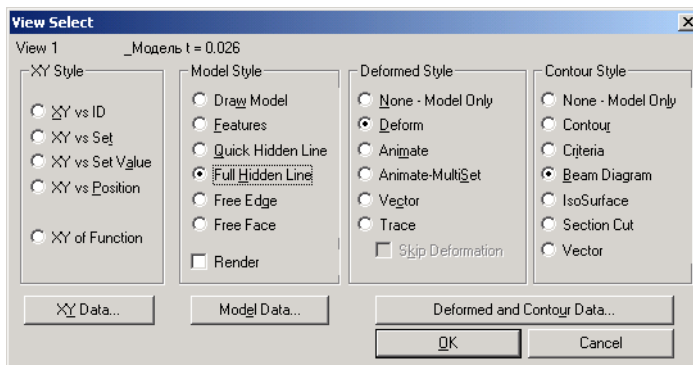
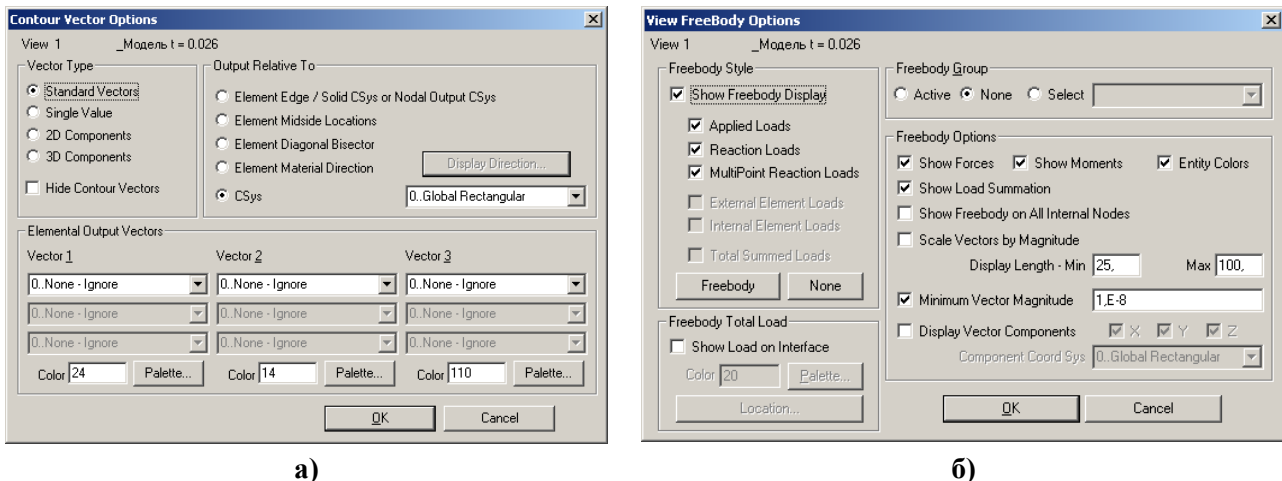

Рис.8.11. Діалогова панель „View Select”
Рис.8.15. Діалогові панелі для настроювання:
Результати розрахунків крайової задачі у FEMAP можна відобразити у вигляді графіків функцій, ізоповерхонь у об’ємі скінченно-елементної моделі тіла або на його поверхні, а також у вигляді епюр вздовж одновимірної скінченно-елементної сітки. Майже всі дії для цього здійснюються за допомогою діалогової панелі „View Select” (див. рис.8.11), яка викликається командою **View→Select...** (або клавішею „F5”, або кнопкою ). На ній є 4 секції.
Деякі результати розрахунків у FEMAP представляються як функції, які можна переглянути за допомогою варіанту „XY of Function”. Тоді кнопкою „Model Data” (див. рис.8.11) потрібно викликати діалогову панель „Select XY Curve Data” (див. рис.8.12-б), де у
У секції „**Model Style**” (див. рис.8.11) обирається стиль зображення: „**Draw Model**” (геометрична модель – дротова); „**Features**” (врахування призначень графічного режиму Windows); „**Quick Hidden Line**” (швидкий (не точний) алгоритм видалення невидимих ліній); „**Full Hidden Line**” (повне видалення невидимих ліній); „**Free Edge**” (вільні грані); „**Free Face**” (вільні лицьові поверхні). Останні два режиму застосовують для перевірки якості моделі, оскільки вільні грані та лицьові поверхні часто вказують на локальні розриви моделі. Є опція „**Render**”, яка дозволяє застосовувати можливості графічного режиму OpenGL, зокрема динамічної зміни зображення твердого тіла. Вказані стилі зображення та ті, що встановлюються за допомогою кнопки , у сукупності забезпечують практично всі варіанти, які можуть бути потрібні для роботи з об'єктами моделі. **Увага:** у кожному з трьох варіантів графічного режиму: без „**Render**” (див. рис.11), „**Render Original**” та „**Render Enhanced**” (див. рис.1.5-а) є свої можливості та обмеження (див. „**Help**”).
У секції „**Deformed Style**” (див. рис.8.11) обирається стиль відображення деформацій тіла: „**None – Model Only**” (без деформацій); „**Deform**” (з деформаціями, ступень утрирування встановлюється на діалоговій панелі „**View Options**”, див. Розділ 8.3.2 та Додаток 1); „**Animate**” (анімація з деформаціями); „**Animate Multi-Set**” (анімація на основі декількох послідовних наборів); „**Vector**” (без деформацій, але з векторами напрямку деформування); „**Trace**” (подібно до „**Animate Multi-Set**”, але без відображення з'єднаних ліній). Для відображення скалярних величин для двох стилів активна опція „**Skip Deformations**”.
У секції „**Contour Style**” (див. рис.8.11) обирається стиль відображення результатів розрахунків у вигляді кольорових ізосмуг, ізоповерхонь та епюр: „**None – Model Only**” (не відображати); „**Contour**” (апроксимоване зображення на контурі, тобто на поверхні CE, яка є зовнішньою для тіла); „**Criteria**” (як „**Contour**”, але не апроксимоване, а усереднене для CE); „**Beam Diagram**” (епюри або подібні їм діаграми); „**IsoSurface**” (внутрішні ізоповерхні в тривимірних CE моделях); „**Section Cut**” (відсікання площинами частин тіла); „**Vector**” (вектор у центрі CE).
У секції „Section Cut Options” (є активною лише для варіанту „Section Cuts” секції „Contour Style”, див. рис.8.11) є три варіанти. Перший (Cut Model) дозволяє призначити одну площину розсічення твердого тіла (за допомогою кнопки „Define Section...”), після чого зображення однієї частини тіла (що на боці з додатною нормаллю до площини) зникає, а на площині розсічення і на поверхнях, що залишилися, з’являється кольорове зображення. Другий (Parallel Sections) дозволяє призначити одну або декілька паралельних площин розсічення, причому зображення всього тіла стає прозорим, і лише на площинах розсічення є зображення ізосмуг. У полі „Number” вказується кількість площин, а у „Spacing” – відстань між ними у напрямку додатної нормалі до першої площини (зі знаком мінус – у оборотному напрямку). Зображення моделі залежить від вибору варіанта у секції „Model Style” (див. рис.8.11), якщо є включеною опція „Render”.
Для режиму „Trace” (див. рис.8.11) кнопкою „Trace Locations...” можна викликати діалогову панель „Trace Locations”, на якій – обрати один з трьох варіантів для вузлів: „All” (всі, варіант „за замовчанням”), „ID” (конкретний вузол) або „Group” (заздалегідь створена група вузлів).
Для режиму „Vector” (див. рис.8.11) кнопкою „Contour Vectors...” можна викликати діалогову панель „Contour Vectors Options” (див. рис.8.15-а) для настроювання контурних векторних графіків (до трьох різних векторів (зі списків), позначених різними кольорами на одному графіку). **Увага:** це працює вірно в графічному режимі „Render”. Є такі типи графіків: „Standard Vectors” (один з векторів типу „Total”), „Single Value” (один з векторів „Total” або один з компонентів), „2-D Components” (два) та „3-D Components” (три логічно пов’язаних вектора). Наприклад, для двох векторних графіків типу „3-D Components” необхідно обрати 6 векторів. Для двовимірних та тривимірних СЕ у секції „Output Relative To” можна обрати один із п’яти варіантів напрямків: „Element Edge / Solid CSys or Nodal Output Csys” (у двовимірних СЕ напрямком **X** – вздовж 1-го ребра СЕ; для тривимірних СЕ – відповідно введеної локальної системи координат); „Element Midside Locations” (у двовимірних СЕ напрямком **X** – від середнього вузла 2-го ребра до середнього вузла останнього (3-го або 4-го) ребра); „Element Diagonal Bisector” (у двовимірних СЕ з 4-ма кутами напрямком **X** – вздовж бісектриси кута між діагоналями, причому кут – у трикутнику при 1-му ребрі); „Element Material Direction” (напрямок **X** – вздовж орієнтації властивостей матеріалу); „CSys” (в обраній глобальній системі координат). **Увага:** FEMAP не перевіряє відповідність цих призначень ситуації, тому можливі невірні зображення.
Для всіх режимів, окрім „Free Edge” (див. рис.8.11), кнопкою „Freebody display...” можна викликати діалогову панель „View FreeBody Options” (див. рис.8.15-б) для настроювання ще одного типу графічного зображення результатів розрахунків – контурних векторів (після ініціації опції „Show Freebody Display”). Типова діаграма „freebody” буде включати прикладені навантаження (**Applied Loads**), реакції зв’язків (**Reaction Loads** та **Multipoint Reaction Loads**), зовнішні (**External Element Loads**) та внутрішні (**Internal Element Loads**) елементні навантаження, сума всіх сил, тобто рівноважна „**Total Summed Load**” (дозволяє перевірити, чи є тіло урівноваженим?), які відображені у вигляді векторів. Для прояснення зображення може прислужитися зображення СЕ у стиснутому вигляді (див. рядок 40 Таблиці Д1.1. Додатку 1). Є можливість обмежити об’єкти (СЕ) заздалегідь створеною групою. У секції „Freebody Options” потрібно вказати, які вектори зображати: сил та/або моментів. Опція „Entity Colors” вказує, що буде застосовано колір зображення векторів, призначений для „Vector Style” (див. рис.8.8-б). Опцією „Show Load Summation” вказується, що вектори кожного вузла зводяться до єдиного; при цьому з’являється можливість у секції „Freebody Total Load” вказати їх особливий колір та (кнопкою „Location...” – локалізацію. Опцією „Show Freebody on All Internal Nodes” (для всіх внутрішніх вузлів) рекомендують користуватися при незначній кількості таких вузлів. За допомогою опції „Scale Vectors by Magnitude” та полів „Display Length” можна вказати мінімальну та максимальну довжину векторів. У полі „Minimum Vector Magnitude” можна вказати обмеження знизу на величини век-
- **Animation...** – перегляд анімаційних зображень (у режимі „**Animate**”, див. рис.8.11). Є регулювання швидкістю анімації (за допомогою кнопок „**Faster**” та „**Slower**”, а також значення „**Delay**”, див. рис.8.16-в). У режимі „**Half**” половина зображень пропускається (є ще „**Full**” – повний).